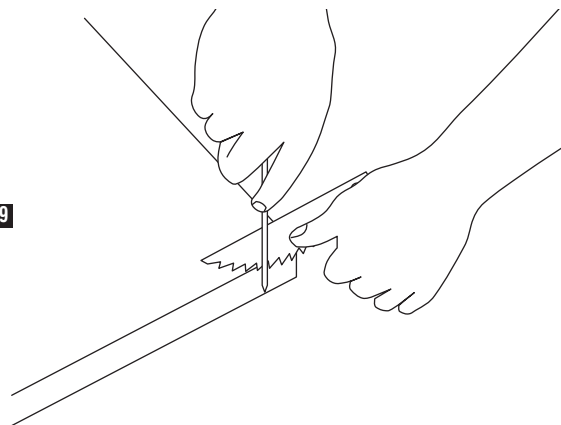

FIG. 59
3. Hold spreader with left hand and place pawl over corner of workbench (Fig. 59).
3. Tenez le séparateur de la main gauche et placez le taquet contre un coin de l'établi (fig. 59).
3. Sujete el separador con la mano izquierda y coloque el trinquete sobre la esquina del banco de trabajo (Fig. 59).